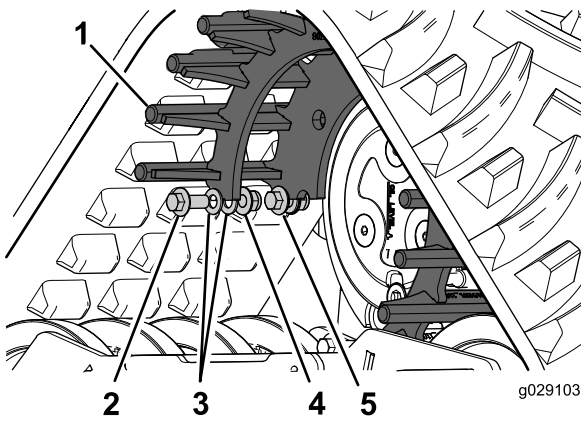

Figura 19
7. Asegure los dientes de engranaje con 6 juegos de sujetadores que constan de un perno (16 x 40 mm), 2 arandelas y una tuerca hexagonal (16 mm) cada uno (Figura 19).